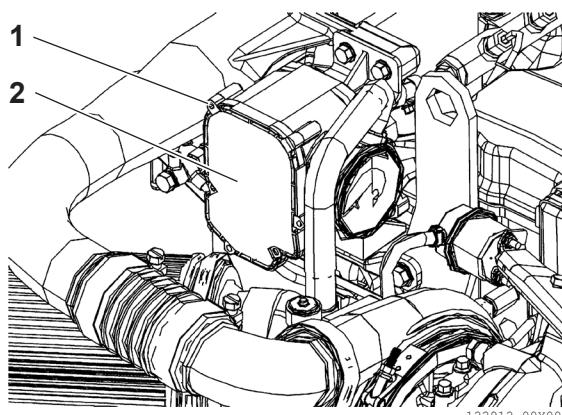

Figura 6
1. Afloje los tornillos (**Figura 6 [1]**) y retire la cubierta de la carcasa del filtro (**Figura 6 [2]**).